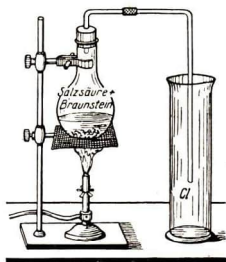

Abb. 430
**2. Aus Salzsäure**, indem man diese mit **Braunstein** kocht (Abb. 430). Letzterer gibt beim Erhitzen Sauerstoff ab, der sich mit dem Wasserstoff der Säure zu Wasser verbindet. So wird aus der Salzsäure Chlor frei (↗).
**3. Auffangen des Gases.** Meist leitet man das Chlorgas, das  $\sim 2\frac{1}{2}$ mal so schwer wie Luft ist, in offene Zylinder, wo es zu Boden sinkt und die Luft daraus verdrängt (Abb. 430).